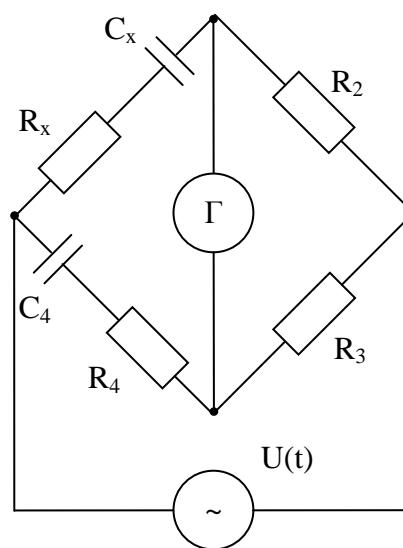

Рис. 9.
23. Определить емкость C_x и тангенс угла потерь $\text{tg}\delta_x$ конденсатора, если измерение выполнялось по схеме моста (рис. 9) на частоте 1000 Гц и плечо множителя $R_2 = 1 \text{ кОм}$; плечо отсчета $R_3 = 500 \text{ Ом}$; регулируемое сопротивление $R_4 = 10 \text{ Ом}$; емкость образцового конденсатора $C_4 = 0,1 \text{ мкФ}$.